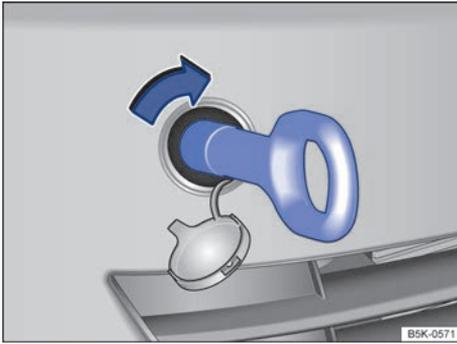

Fig. 213 En el lado derecho del paragolpes delantero: enroscar la argolla de remolque.
- Enrosque la argolla de remolque en el alojamiento → fig. 213 girándola al máximo **en el sentido de las agujas del reloj** → . Utilice un objeto adecuado con el que pueda enroscar completa y fijamente la argolla de remolque en su alojamiento.